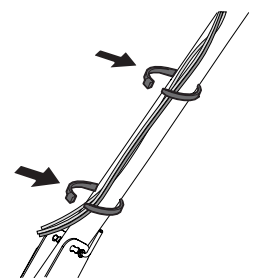

Figura 4
2. Dirija el cable del control de parada de emergencia por el eje de la manija colocando los precintos levemente por encima del ajuste de la manija inferior y levemente por debajo del panel de la manija. Agrupe el cable de control de parada de emergencia con los cables del accionamiento previamente instalados. Consulte Figura 4.